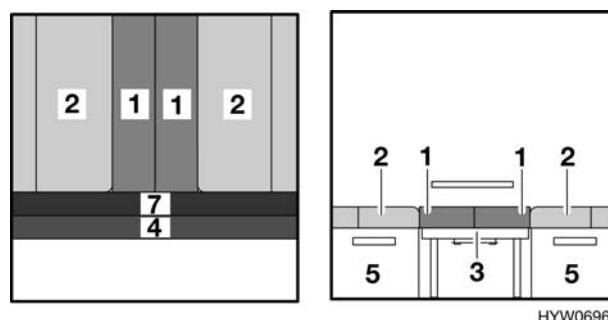

Fig. 88 Dopo la trasformazione
- Posizionare i due cuscini dello schienale (Fig. 88,1) al centro.
- Appoggiare i cuscini aggiuntivi (Fig. 88,4 e 7) sulla prolunga del cassone letto.